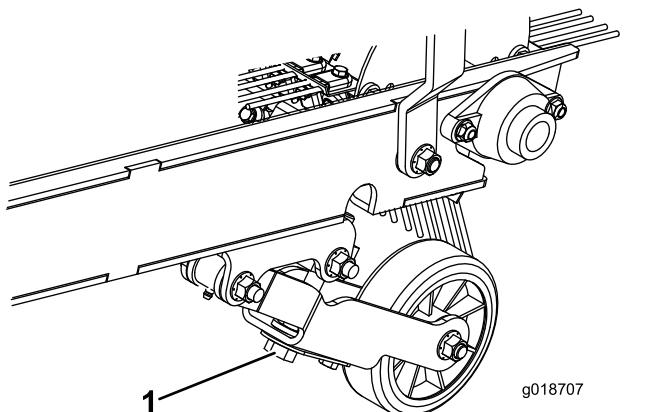

Figura 10
2. Girate il bullone di regolazione della profondità finché il rastrello entra leggermente in contatto con la superficie del tappeto erboso. Se è montata una spazzola, deve essere appena in contatto con la superficie. Quando la spazzola è in funzione, la superficie di contatto deve avere una larghezza di circa 25 mm per tutta la lunghezza della spazzola (Figura 10).